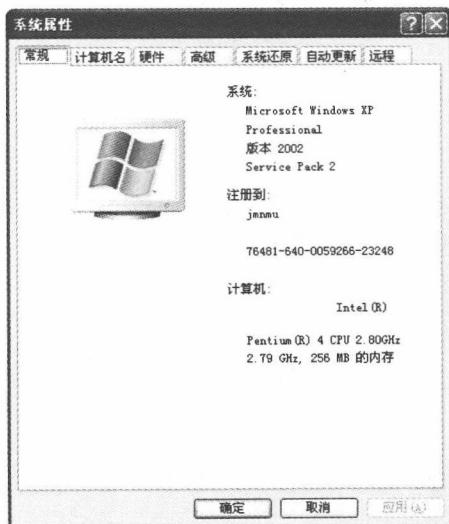

图 1.2.1 “系统属性”对话框
- (1) 在 D 盘下新建“LM\_LICENSE”文件夹。
- (2) 用鼠标右键单击“我的电脑”，从弹出的快捷菜单中选择“属性”，出现“系统属性”对话框，如图 1.2.1 所示。